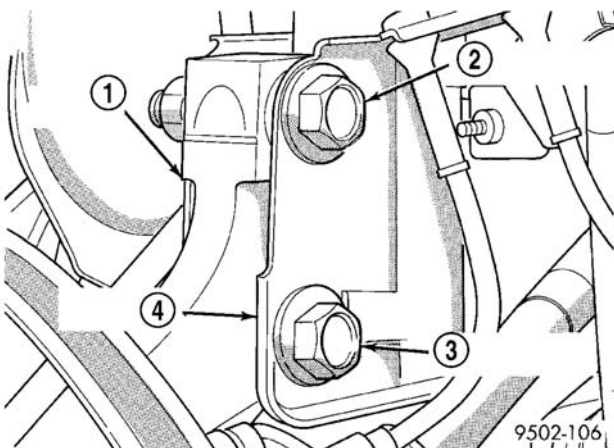

图 9 正确安装的维修套件螺栓
**注:** 滑柱 U 形支架与转向节连接螺栓在车辆每侧的安装方式不同。左侧螺栓从车后向前安装 (图 9)。右侧螺栓从车前向后安装。
(5) 将转向节装回滑柱 U 形支架。按照上面指示的方向, 将维修套件中的凸缘螺栓装进上安装孔。同样按照上面指示的方向, 将凸轮螺栓装进下安装孔 (图 9)。